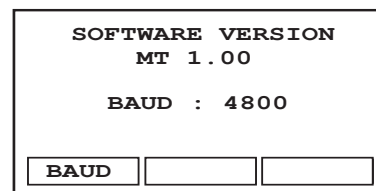

Fig.39. Menú de velocidad de transmisión
1. Pulsar la tecla SET UP y mantenerla pulsada durante 2 s aprox. hasta visualizarse el siguiente menú de velocidad de transmisión (véase fig. 39) :